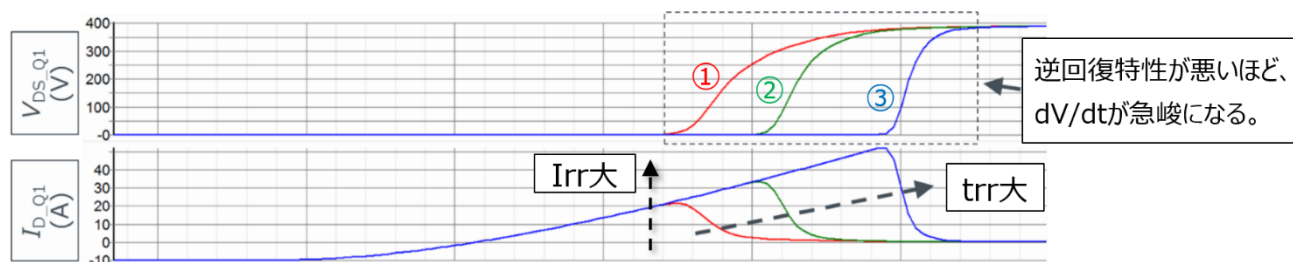

図 6. ダブルパルス試験のシミュレーション結果
図 6 に、dV/dt と逆回復電流のシミュレーション結果を示します。ゲート抵抗 R_G や電源電圧 V_{DD} などの回路条件は同じで、逆回復特性のみが異なる MOSFET ①～③を想定しています。Q1 が還流動作から逆回復動作に移行する際の、ドレイン-ソース間電圧 V_{DS} とドレイン電流（内部ダイオード電流） I_D を示しています。